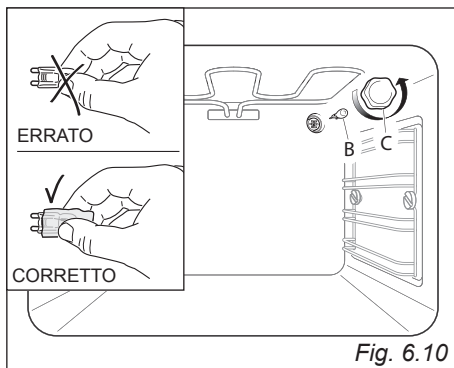

Fig. 6.10
- Svitare la calotta protettiva "C" (fig. 6.10).